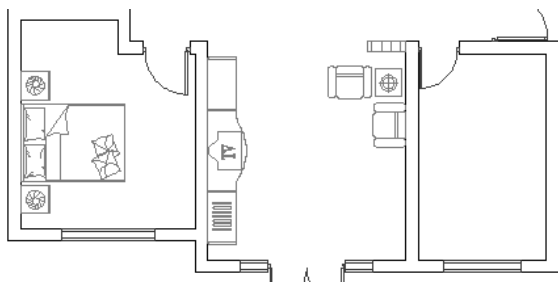

图 17.12 插入结果
(13) 参照上述操作步骤，以“插入块”的方式分别插入“小隔断.DWG”、“沙发.DWG”和“茶几柜.DWG”等图形，并综合【复制】和【旋转】、【移动】命令为客厅布置沙发等家具，结果如图 17.12 所示。